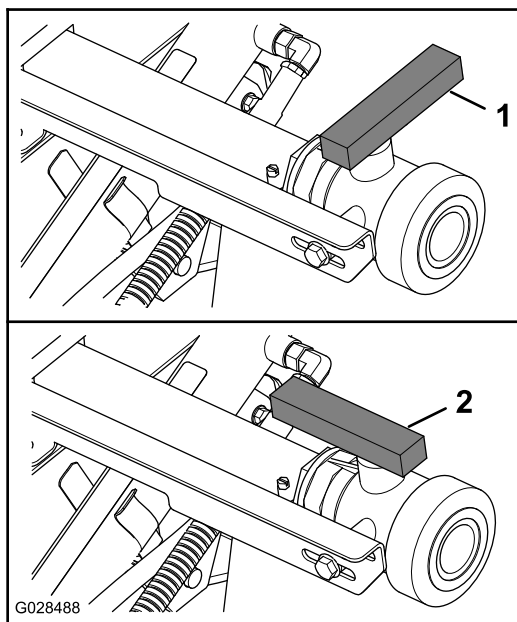

Bild 73
3. Öffnen Sie das Ventil und lassen alle nicht verwendete Lösung aus dem Behälter (**Bild 73**) aus.
4. Schließen Sie das Abflussventil (Bild 73).